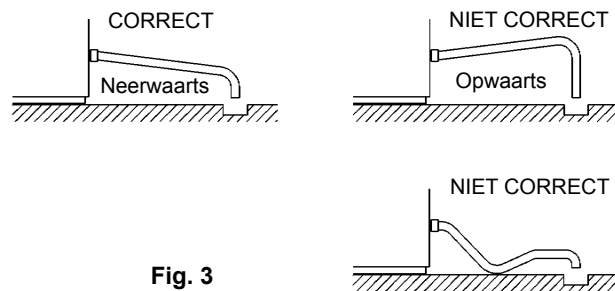

Fig. 3
- * Om terugstroming in de opslagbunker te voorkomen, moet de afvoerslang worden gelegd zoals in fig. 3.
3) Bevestig de grijze buigzame afvoerslang (accessoire) aan de R3/4 aansluiting op de achterkant van de ijsblokjesdispenser zoals aangegeven, waarbij u controleert of de rubber afdichtingsring is aangebracht voordat u de aansluiting handvast aandraait. Deze buis kan zonodig op lengte worden gesneden voor een correcte aansluiting op de hoofdafvoer (fig. 3).